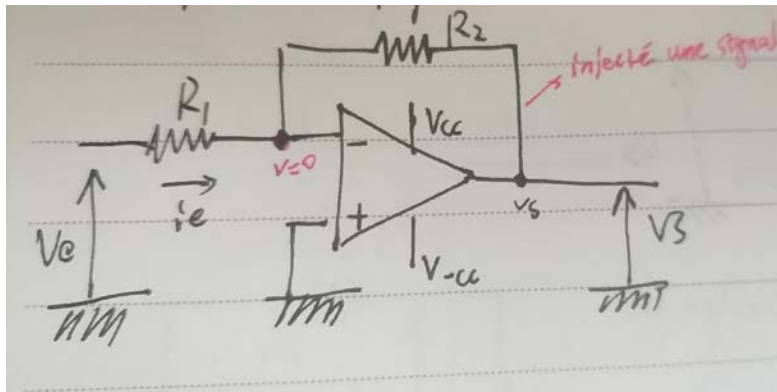

Figure 1
1. D'abord on ajout des composants dans la schématique. Pour une amplificateur inverseuse dans Figure 1, on sait que le gain vaut :